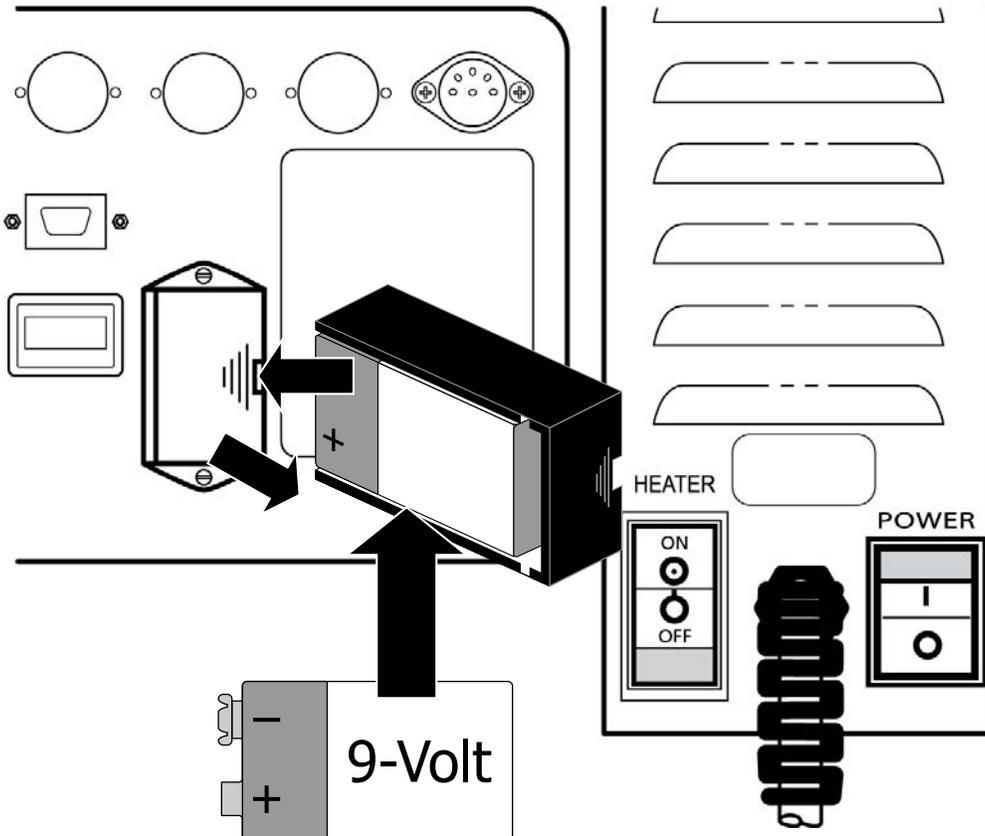

Figure 65 – Remplacement de la pile de 9 volts
3. Placez une pile neuve dans la cartouche et glissez la cartouche à l'arrière de l'appareil de la manière illustrée à la Figure 65. La borne négative de la pile de 9 volts doit se trouver sur le dessus.
4. Remettez l'appareil en marche et, en utilisant le commutateur d'alimentation principal au dos de l'appareil (partie de droite de la Figure 65), coupez l'alimentation de l'appareil. Attendez-vous au déclenchement de l'alarme de panne d'alimentation. Si l'alarme ne se déclenche pas, répétez les étapes 1 à 4.